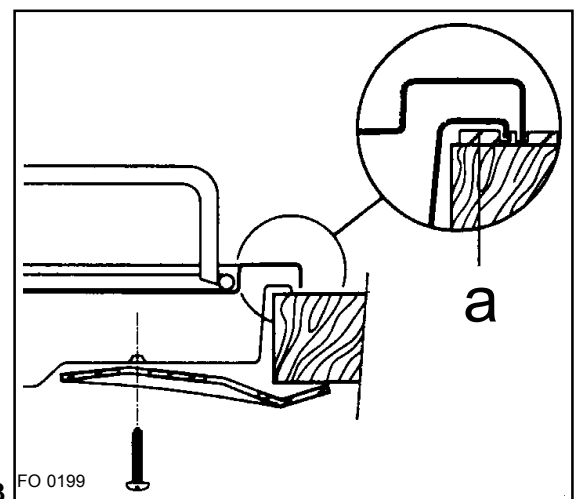

Fig. 3
- fixez la table au meuble par les équerres prévues à cet effet (Fig. 3).